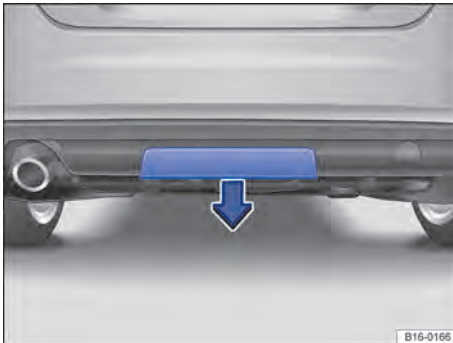

Fig. 117 Para-choque traseiro: desinstalar a cobertura.
O alojamento para a rótula de engate removível encontra-se no para-choque traseiro, atrás de uma cobertura \Rightarrow Fig. 117.
- Empurrar a cobertura para baixo no sentido da seta \Rightarrow Fig. 117.